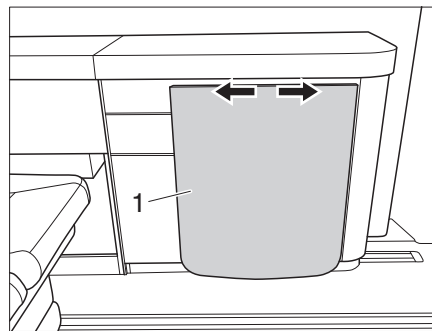

Bild 13 Tisch im Campstar
- ▷ Tischplatte (Bild 13,1) vor dem Verschieben leicht anheben, damit die Möbel nicht verkratzt werden.
- Tischplatte (Bild 13,1) etwas nach links schieben, bis sie ausrastet.